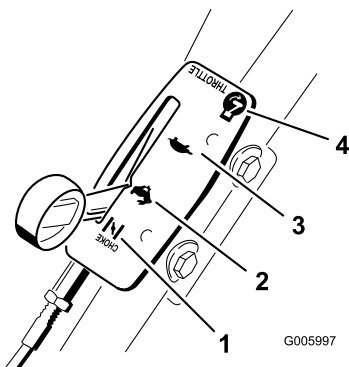

Bild 18
Die Gasbedienungseinstellungen werden in (Bild 18) dargestellt.
3. Stellen Sie den Choke-/Gasbedienungshebel auf Choke (Bild 18).
5. Stellen Sie den Choke-/Gasbedienungshebel auf Schnell (Bild 18).